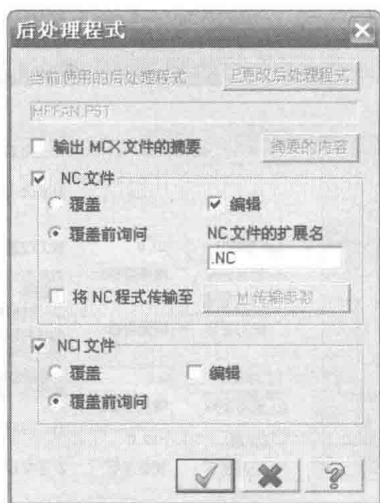

图 1-16 【后处理程式】对话框
(1) 单击  按钮，出现【后处理程式】对话框，如图 1-16 所示，单击  按钮，按提示输入文件名 T1.NCI 和 T1.NC，获得 NC 程序。